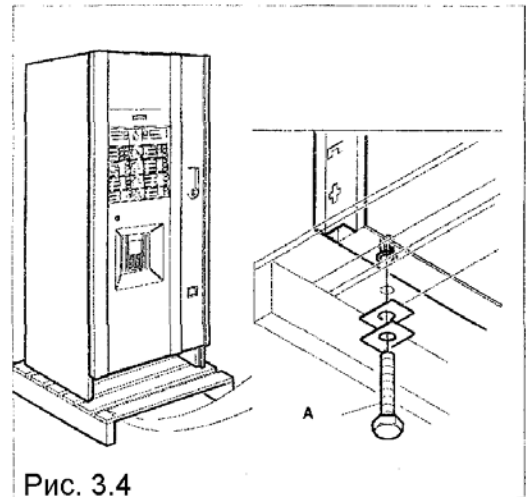

Рис. 3.4
- Снимите автомат с транспортировочного поддона, открутив винты (А), которые крепят фиксирующие призматические экеры к поддону (рис. 3.4).